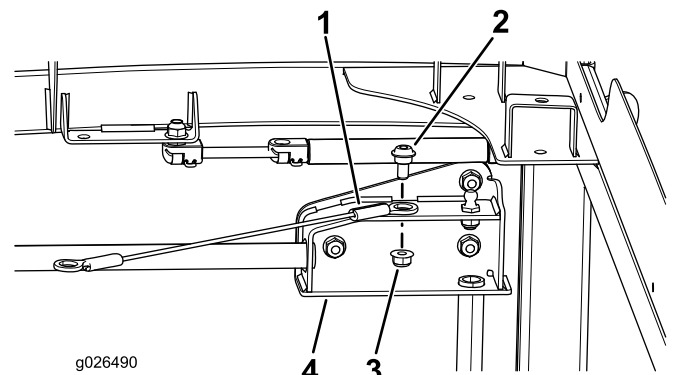

Figure 6
1. Fixez le câble à la charnière du cadre de porte au moyen d'un boulon à épaulement (5/16 x 1/2 po) et un contre-écrou (5/16 po), comme montré à la Figure 6.